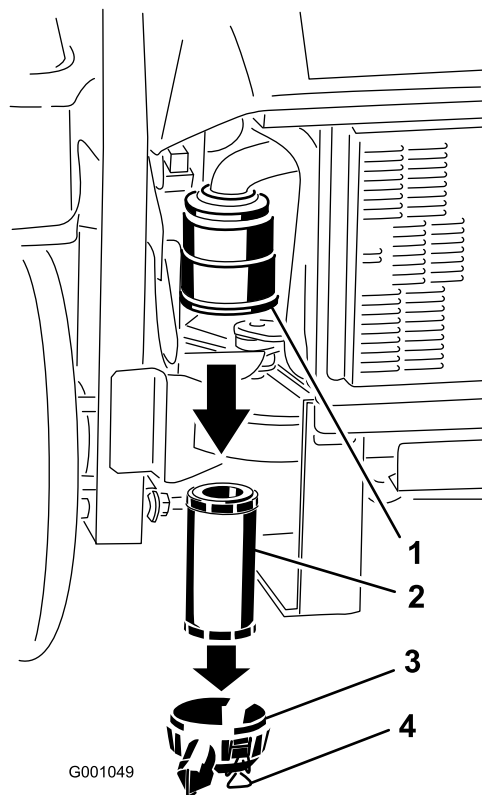

Figura 57
3. Rilasciate i dispositivi di fermo del filtro dell'aria e togliete il coperchio dal corpo del filtro (Figura 57).
5. Estraiete con cautela il filtro dal corpo del filtro dell'aria (Figura 57).